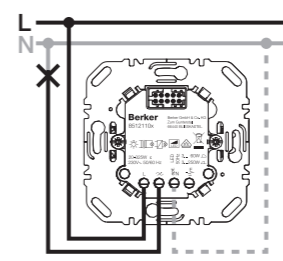

Bild 3: Schalteinsatz 1fach
■ Schalteinsatz und optional Nebenstellen gemäß Anschlussplan (Bild 3 bis 6) anschließen.
**i** Der Schalteinsatz 1fach verfügt über eine optionale N-Klemme (Bild 3 und 4). Betrieb ohne Neutralleiter möglich.